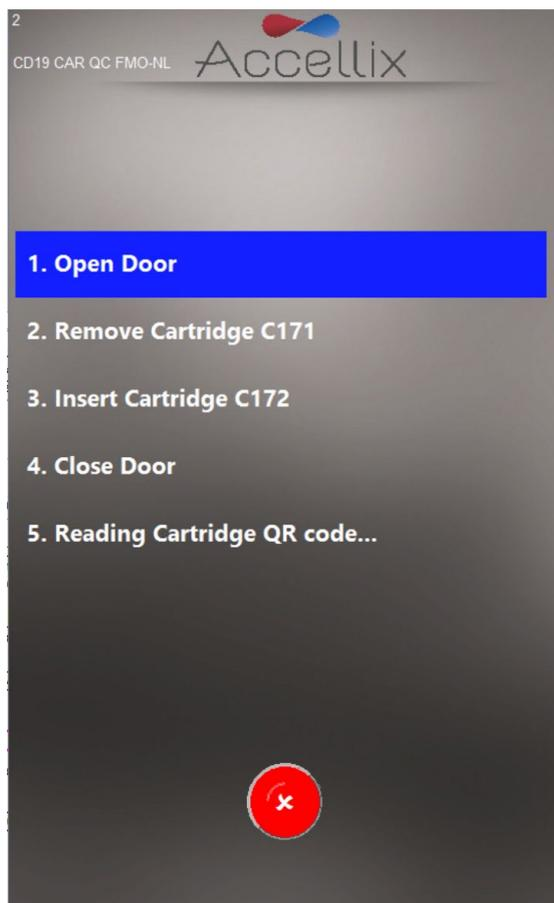

图 45: 多芯片移除芯片屏幕
1. **Multi-cartridge Remove Cartridge screen**（多芯片移除芯片）屏幕指示用户移除第一个芯片并按顺序将下一个芯片插入（图 45）。